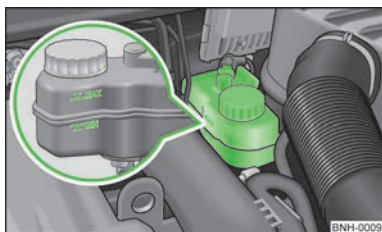

Fig. 101
- > Verificați nivelul lichidului de frână pe recipientul acestuia » fig. 101. Nivelul trebuie să se găsească între marcasele „MIN” și „MAX”.